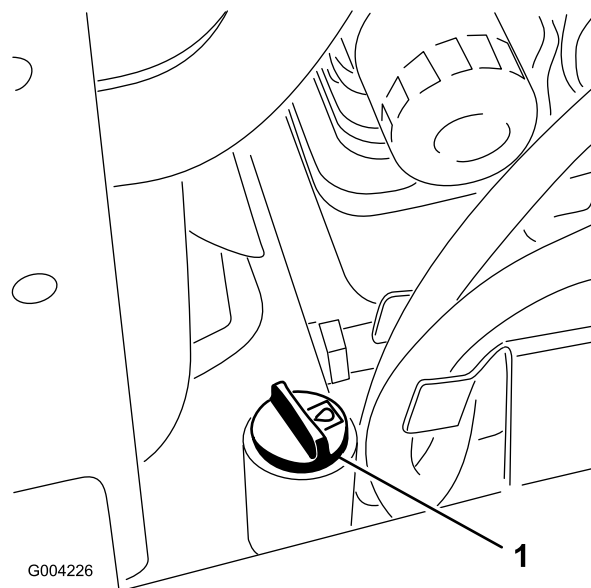

Рисунок 58
5. Очистите зону вокруг заливной горловины и крышки гидравлического бака (Рисунок 58).